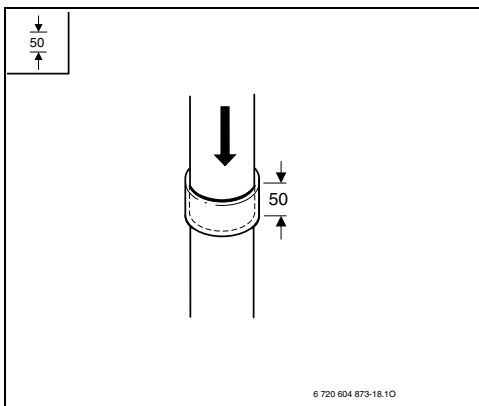

Fig. 36
► Inserire gli accessori per aspirazione/scarico fino al bloccaggio (in questo caso: 50 mm profondità di inserimento) (Fig. 36).